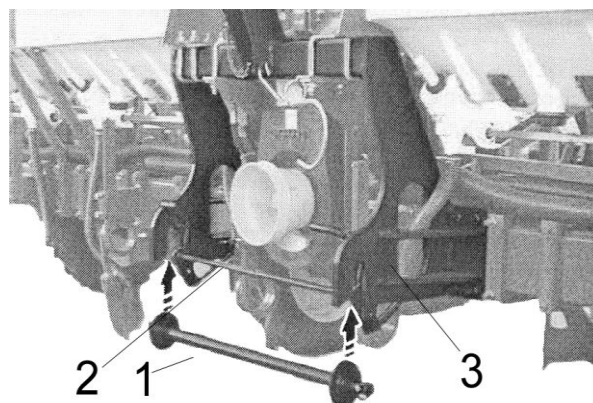

Рис. 5.
2. Установите штангу 1 (Рис. 5) на сцепке сеялки 3. Для этого поднимите навесное устройство трактора до срабатывания устройства блокировки 2 штанги 1 (Рис. 5).